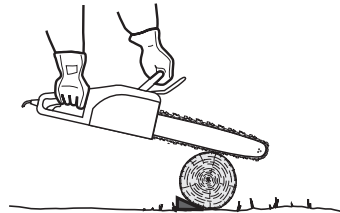

Fig. 37
6. Si el diámetro de la madera es lo suficientemente grande como para insertar una cuña de seccionamiento blanda sin tocar la cadena, utilice la cuña para mantener el corte abierto y así evitar el pinzamiento (Fig. 37).